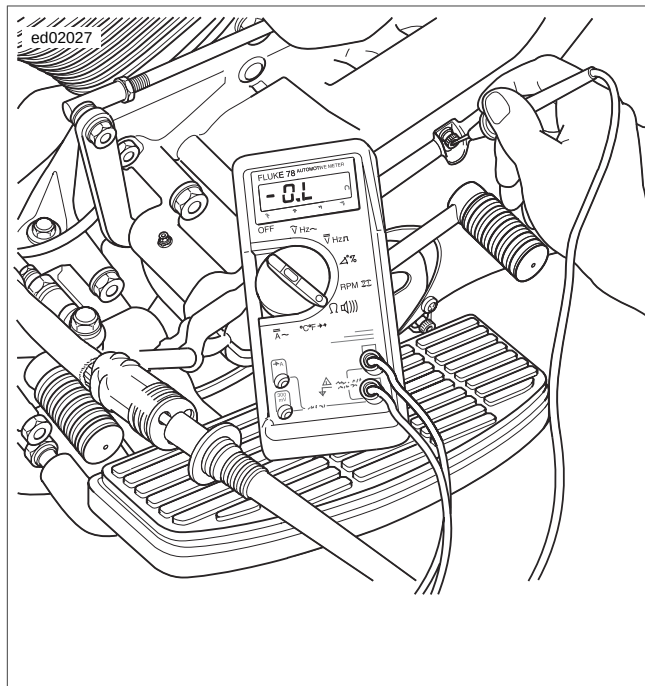

Figura 1-23. Prueba para comprobar si el estator está a tierra (típica)
2. Vea Figura 1-23. Conecte un ohmímetro.